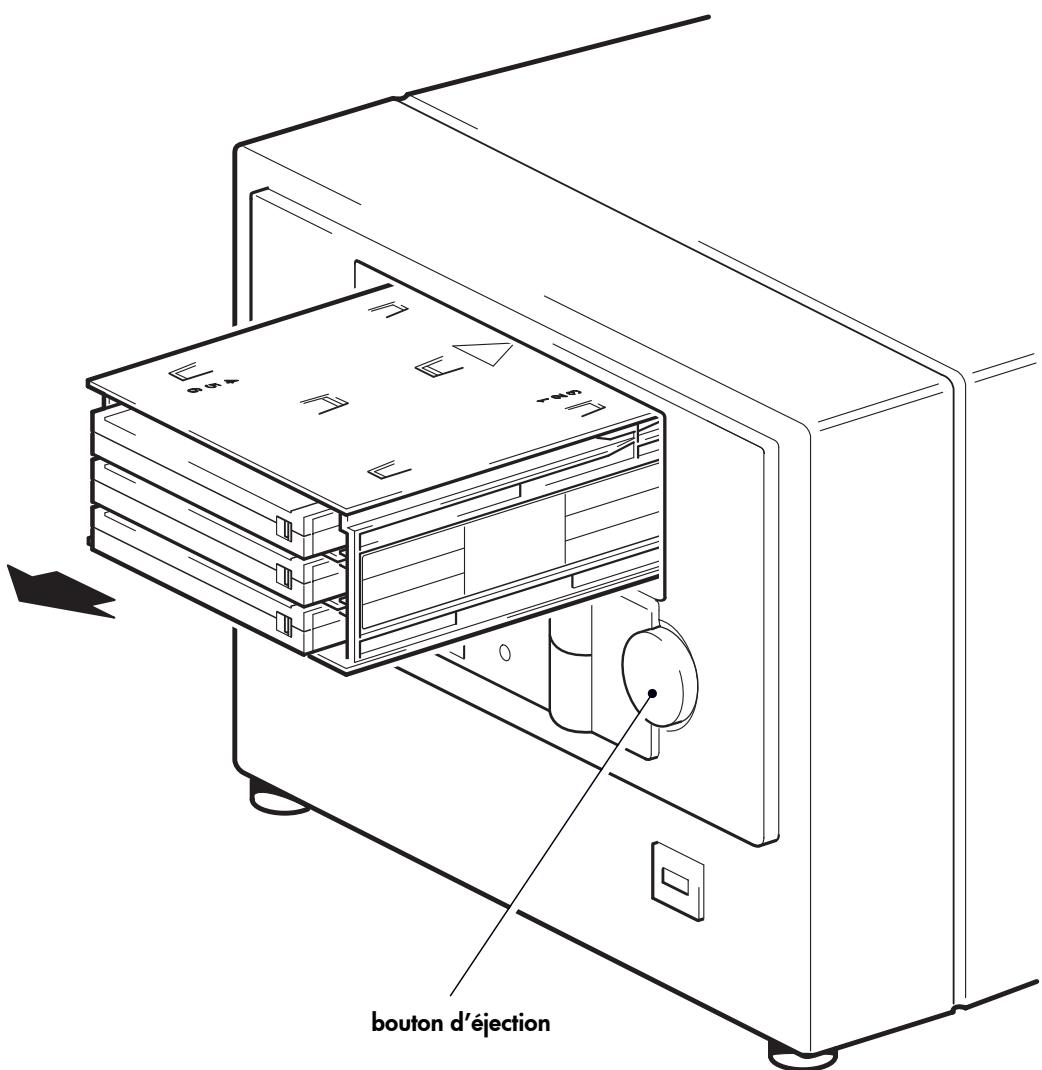

Figure 9 : déchargement d'un magasin du chargeur automatique
- 1 Appuyez sur le bouton d'éjection sur la face avant (voir figure 9.)